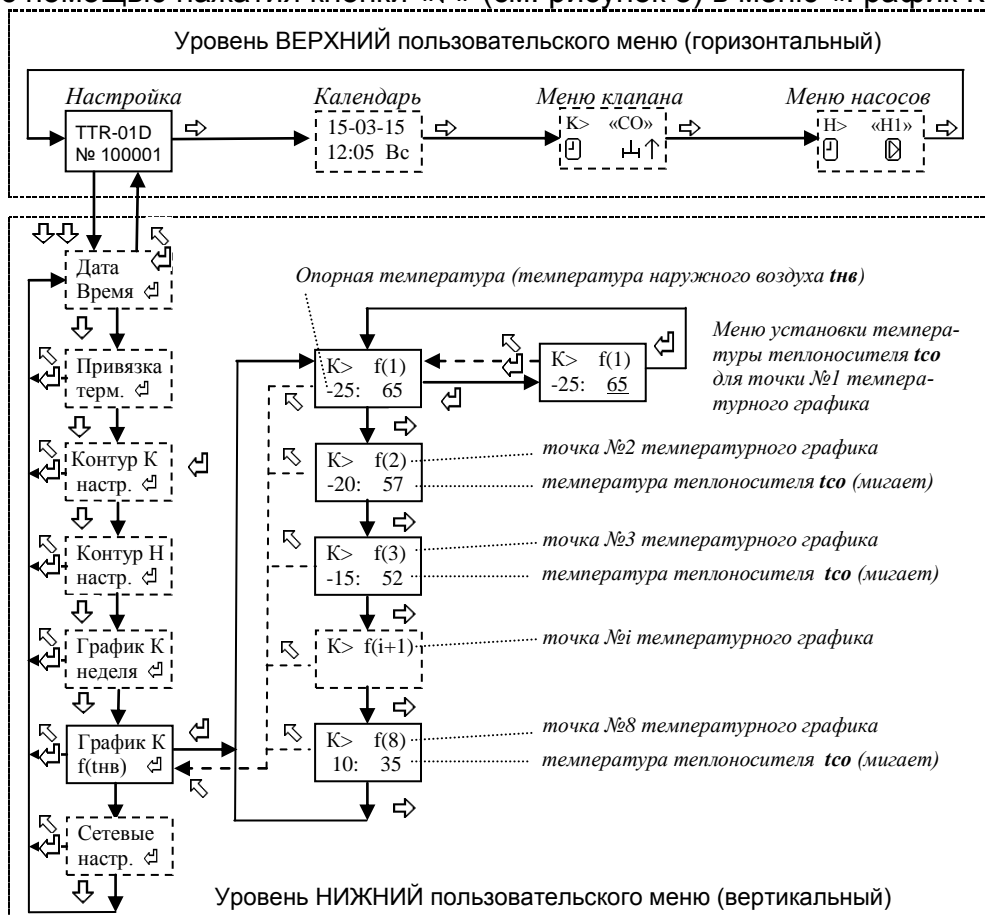

Рисунок 8 - Структура меню настройки температурного графика.
7.4.4 Для просмотра-установки температурного графика регулирования необходимо войти с помощью нажатия кнопки «↻» (см. рисунок 8) в меню «График К f(tнв)».